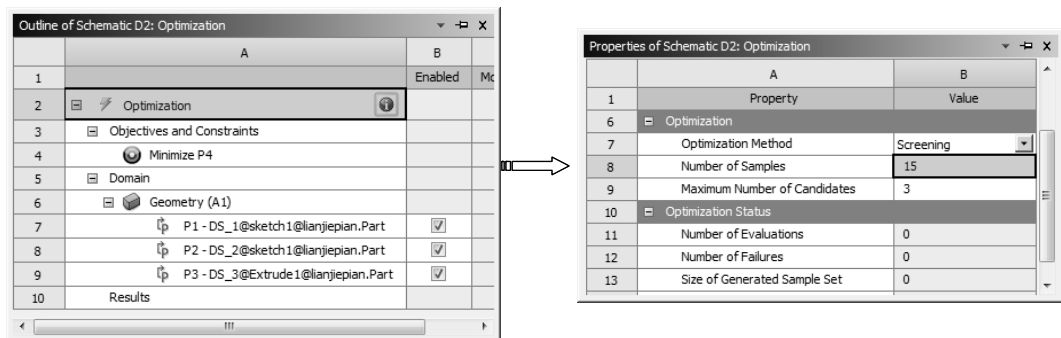

图 12-49 设置样本数和候选数
7) 设置样本数和候选数。在【Outline of Schematic D2: Optimization】窗口中选择 A2 栏中的【Optimization】选项，然后在【Properties of Schematic D2:Optimization】窗口中设置【Number of Samples】为 15、【Maximum Number of Candidates】为 3，如图 12-49 所示。